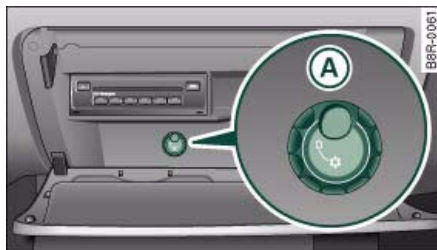

Fig. 76 Guantera con minibar abierto y conectado
- Gire el mando (A) en el sentido contrario al de las agujas del reloj si desea conectar la refrigeración. Los símbolos correspondientes del mando giratorio ⇒ fig. 76 se deben iluminar.
- Gire el mando (A) en el sentido de las agujas del reloj si desea desconectar la refrigeración.